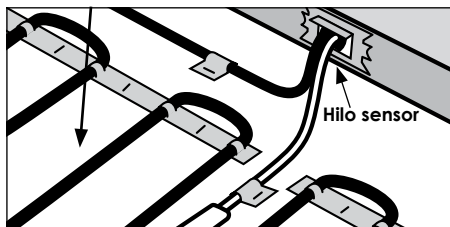

Figura 2
- Jalee el cable del sensor de la ECB (caja de conexiones eléctricas) y asegúrelo al piso. Consulte la Figura 2. El sensor no debe cruzar ni montarse sobre ningún otro cable en el piso y debe estar incrustado en la argamasa de cemento del mismo modo que los cables de calor.